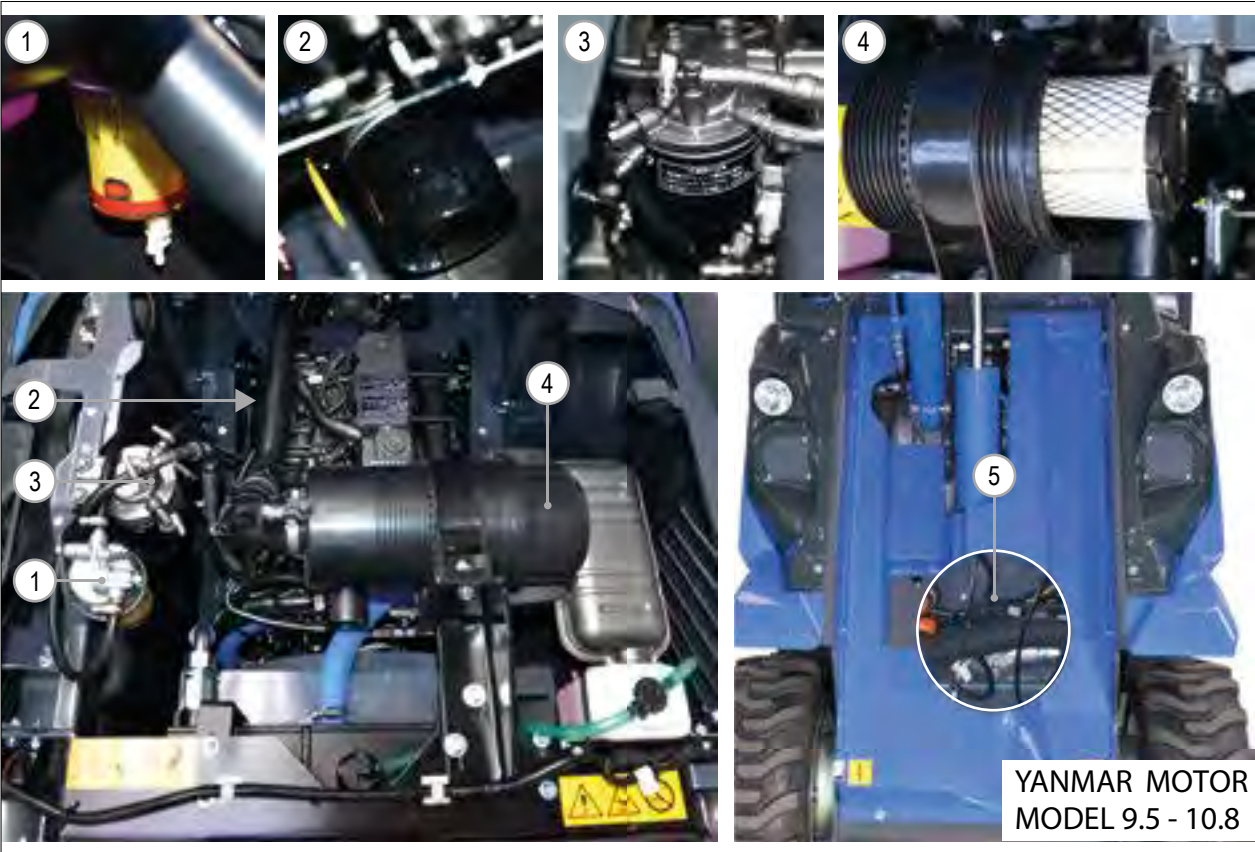

FIG. 51
- 3) Fastgør kontravægten til kofangeren ved hjælp af bolte og skiver (FIG. 51 - Ref. 5 og Ref. 6).
- 4) Gentag proceduren for den anden halvdel af kontravægtene (FIG. 51 - Ref. 4).